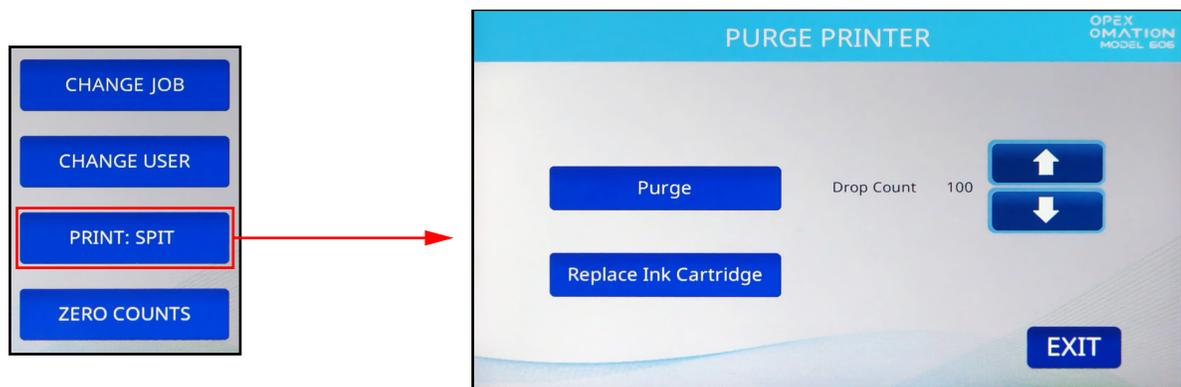

Abbildung 7-4: Hauptbildschirm mit **PRINT = SPIT** (DRUCKEN = SPRITZEN)
2. Drücken Sie mehrmals auf **Enter** (Eingabe), bis „**PRINT: SPIT**“ (DRUCKEN: SPRITZEN) mit Anleitungen erscheint, wie in Abbildung 7-4 gezeigt.